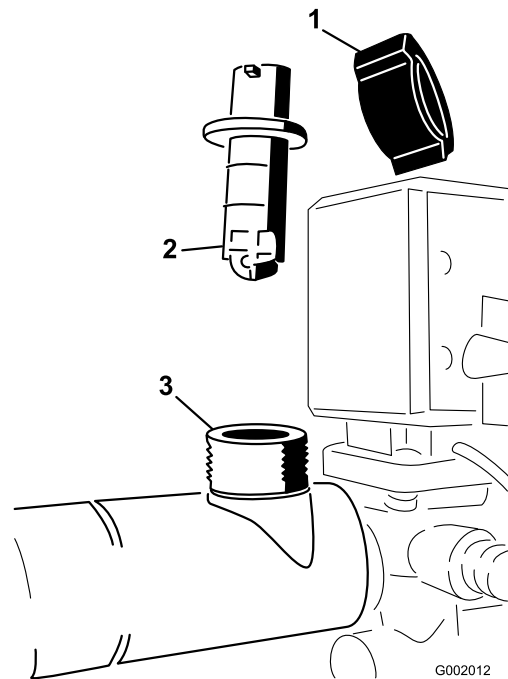

Bild 70
2. Nehmen Sie den Befestigungsdeckel vom Gehäuse des Durchflussmessers ab (Bild 70).